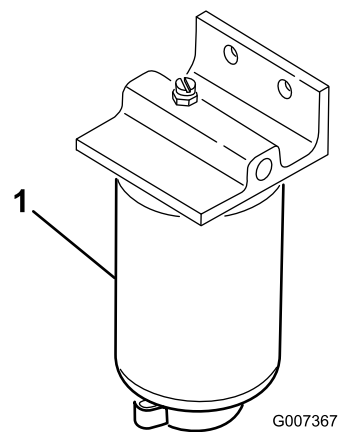

図 41
2. フィルタ容器（図 41）の周辺をウェスできれいにぬぐう。
4. フィルタのドレン・プラグとブリーザ・バルブを開く（図 41）。